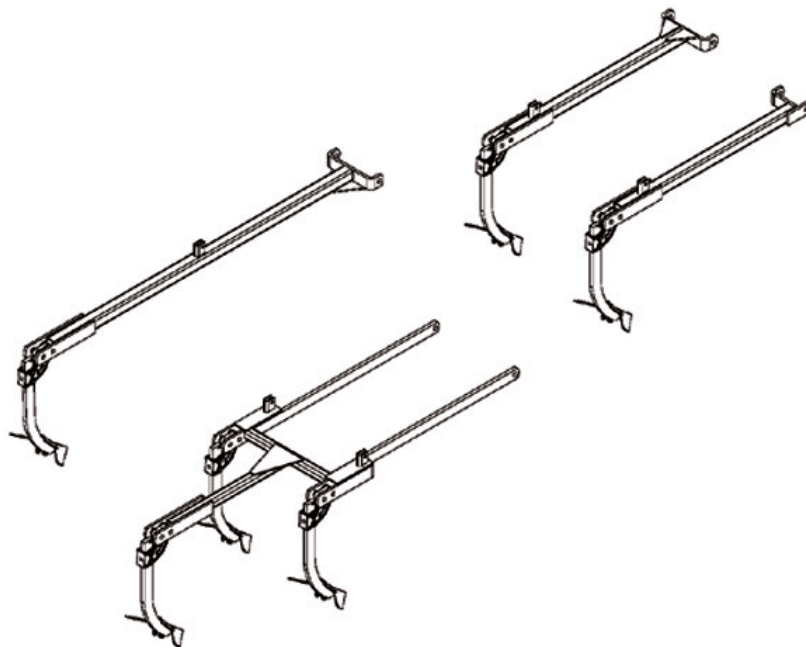

Рис.5
3.4. Рабочие органы (рис.5) представляют собой стрелчатые лапы, которые крепятся вместе со стойкой в держателях грядилей (кронштейнов).